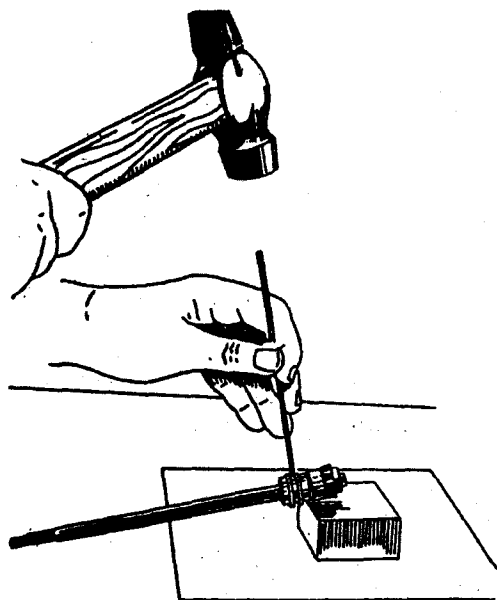

Рис. 95. Разборка поршня
- выпрессовать из поршня штифт как показано на рис. 95. Вынуть толкатель (шток) поршня и пластинчатый толкатель шарикового клапана;